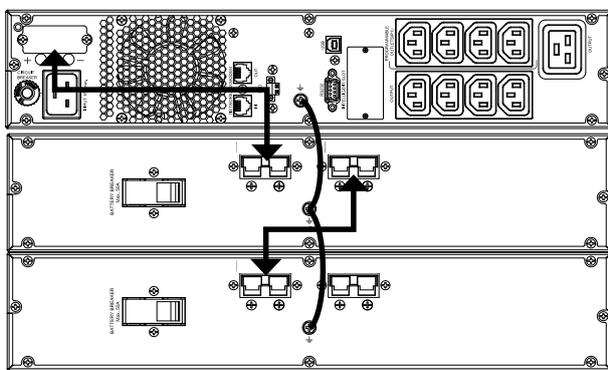

Fig. 9. Connexion avec modules de batteries.
- La connexion du module de batterie à l'onduleur est effectuée au moyen d'un tuyau muni de connecteurs polarisés aux deux extrémités, qui est fourni avec le premier. Branchez le connecteur de l'une des extrémités du tuyau au connecteur correspondant du SPS.ADVANCE et celui de l'autre extrémité à celui du module de batteries (voir Fig. 9). De même, vous pouvez également brancher des modules de batteries en parallèle car chaque module est pourvu de deux connecteurs.
Branchez le câble de prise de terre fourni avec le tuyau aux points correspondants indiqués, sur borne ou vis (voir la Fig. 9.) Si le tuyau d'interconnexion est pourvu d'une maille, la prise de terre sera branchée entre les unités via la maille, au moment de fixer, au moyen des vis indiquées au point précédent, les supports métalliques des connecteurs sur l'onduleur et sur le module ou les modules de batteries.
- Dans la Fig. 9, la connexion d'un équipement de 3 kVA dans une disposition de type rack est montrée, avec deux modules de batteries. Pour un plus grand nombre, opérez d'une manière similaire à celles de l'illustration.